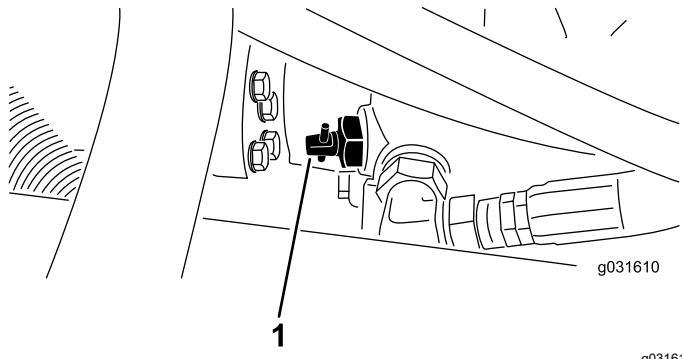

图 30
1. 找到泵上的旁通阀图 30 旋转 90°1/4 圈以松开旁通阀。